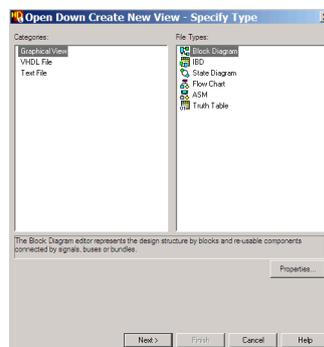

FIGURE 2.9 – Fenêtre de choix du type de schéma (architecture) d'un composant
- Faites un double-clic sur le composant créé au point précédent. La fenêtre de la figure 2.9 apparaît